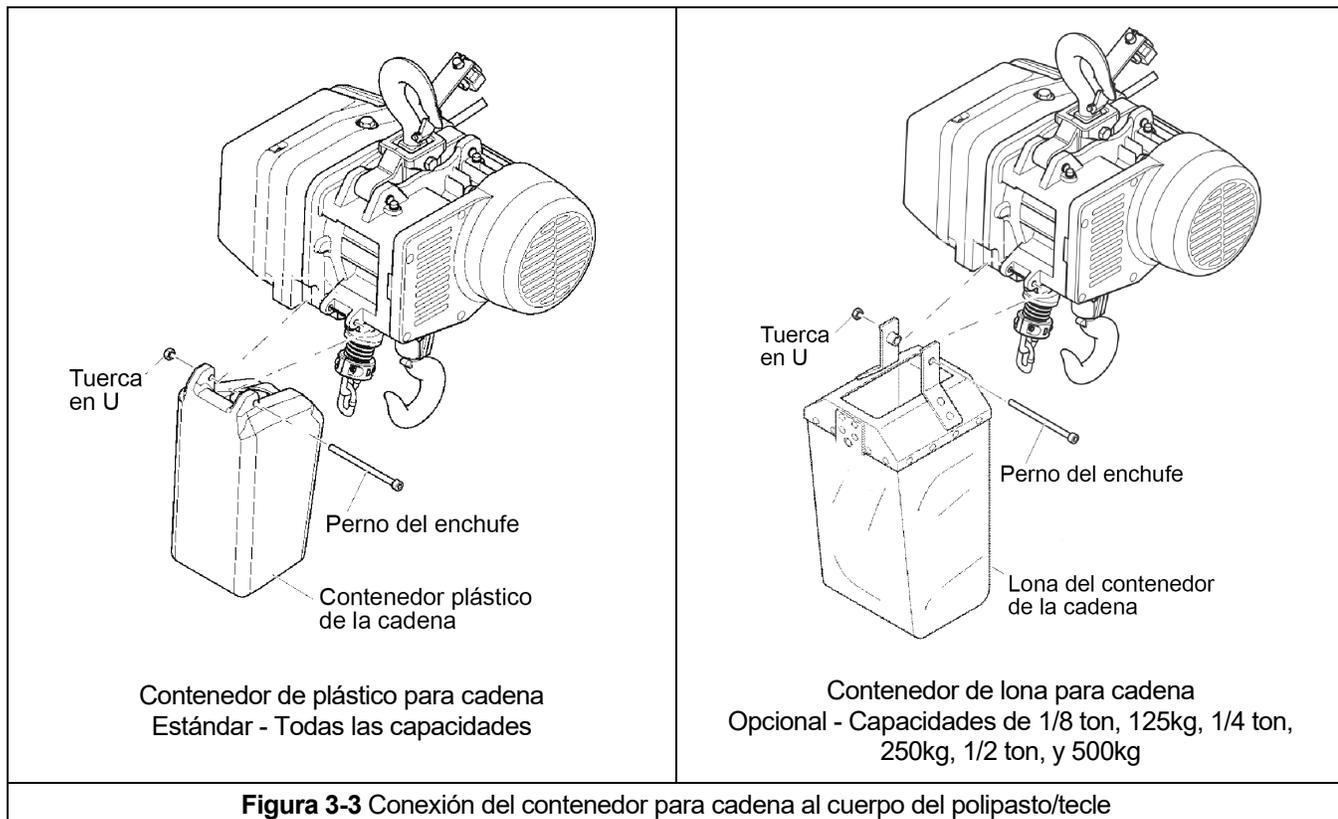

Figura 3-3 Conexión del contenedor para cadena al cuerpo del polipasto/tecle
3.2.2 Contenedor de plástico estándar para cadena (todas las capacidades) o contenedor de lona opcional para cadena (solo para las capacidades de 1/8 ton, 125kg, 1/4 ton, 250kg, 1/2 ton, y 500kg). Si selecciona el contenedor de lona opcional para cadena, desdóblelo por completo e instálelo en el cuerpo del polipasto/tecle como se muestra en la **Figura 3-3**. El extremo libre de la cadena no se conecta al cuerpo del polipasto/tecle, y el conjunto de tope de la cadena se instala en el tercer eslabón a partir del extremo libre (consulte la **Figura 3-1**). Para colocar la cadena en el contenedor para cadena, inserte el extremo libre de la cadena en el contenedor. Tenga cuidado para evitar retorcer o enredar la cadena. **NUNCA** coloque toda la cadena en el contenedor a la vez. Una cadena con nudos o retorcida puede activar el interruptor de final de carrera inferior y detener el polipasto/tecle durante el descenso.